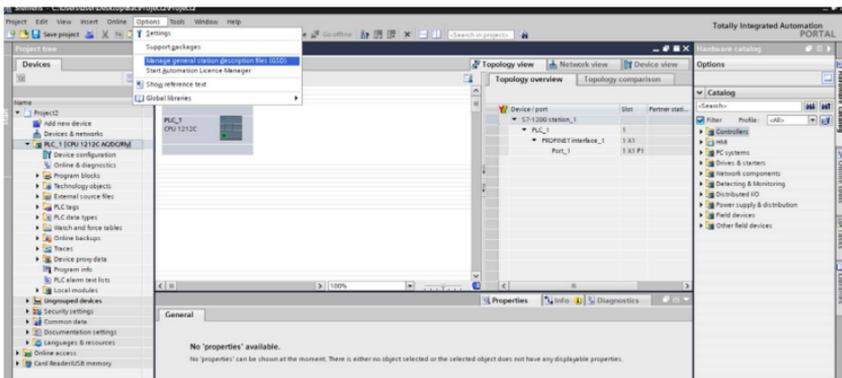
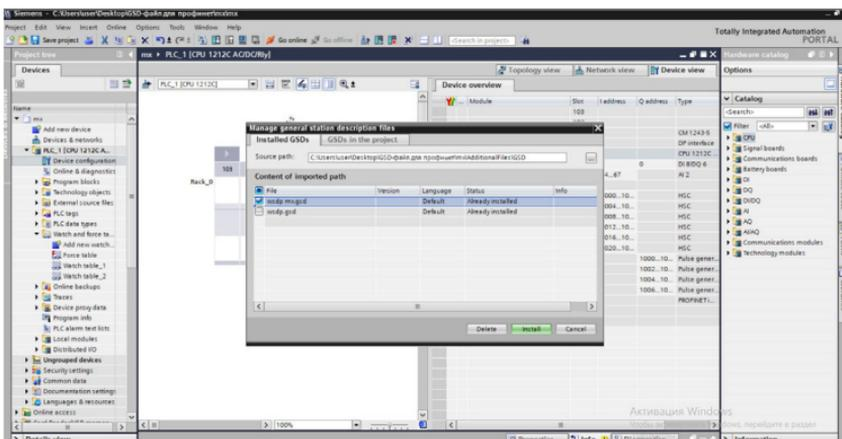

Рисунок 4.6 – Путь для установки GSD-файла
Рисунок 4.7 – Установка GSD-файла
3) В меню «Options» выберите «Manage general station description files (GSD)» (рисунок 4.6), после чего выберите файл GSD, предварительно скачав его на сайте [www.instart-info.ru](http://www.instart-info.ru) в разделе «Поддержка и сервис» - «Документация»-«Преобразователи частоты серии INPRIME MX», для установки нажать кнопку «Install» (рисунок 4.7). После загрузки закройте окно при помощи кнопки «Close».